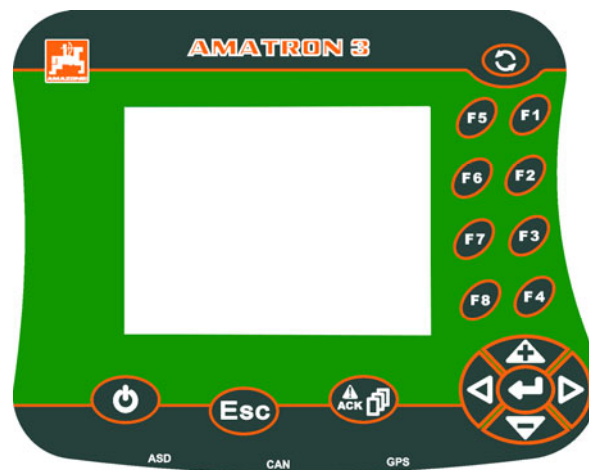

Fig. 151
- 4.1 Tryk på knappen (Fig. 151/1).